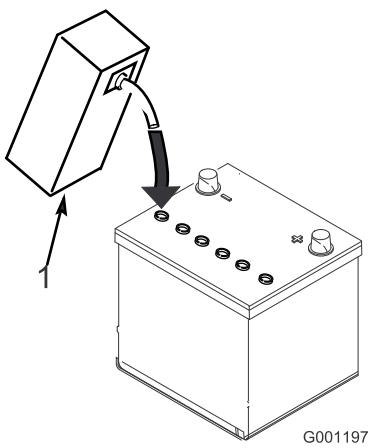

図 7
- 各セルの電極板が液面下 6mm 程度に水没するまで、電解液を慎重に入れる図 7。
4. 電極板が液を吸収するまで2030分間程度待つ。必要に応じて、電極板が6mm程度水没するぐらいに電解液を補充する図7。